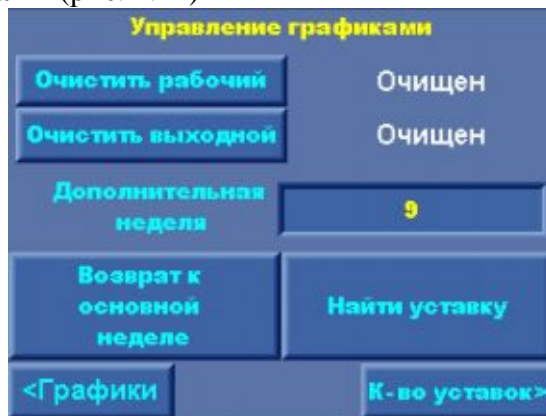

Рис. 4.12. Меню Управление графиками
**Меню Управления графиками** (рис. 4.12)